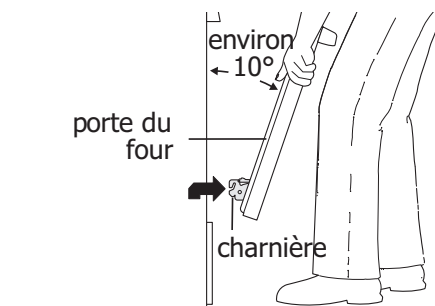
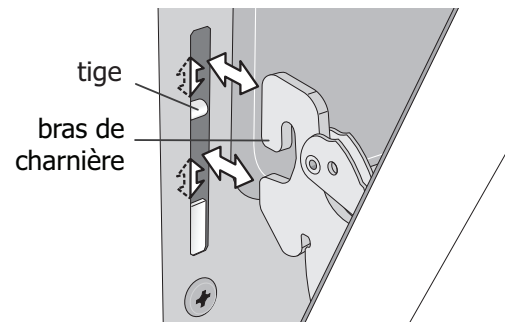

Figure 20 : Tenir fermement la porte lors de son retrait
Figure 21 : Remise en place et emplacement des bras de charnière et des tiges
3. Tenez fermement les deux côtés de la porte. N'utilisez pas la poignée de la porte (voir Figure 20).
5. Soulevez les bras des charnières de la porte au-dessus des tiges situées de chaque côté du cadre du four (voir Figure 20).
1. Tenez fermement les deux côtés de la porte. N'utilisez pas la poignée de la porte (voir Figure 20).
2. En tenant la porte dans le même angle que pour la retirer, posez les crochets des bras des charnières sur les tiges situées de chaque côté du cadre de la porte (voir Figure 20 et Figure 21). Les crochets des bras de charnière doivent être bien assis sur les tiges.